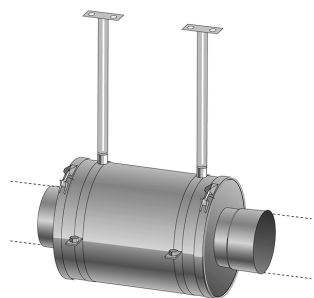

Bild 2
**Befestigung:** Vom Monteur ist bauseitig zu prüfen, ob die Schalldämpfer statisch abgesichert werden müssen. Dies bezieht sich auf alle Einbauorte wie z.B. in der Verbindungsleitung oder an der Mündung. Die Schalldämpfer müssen immer gesondert vom übrigen Abgassystem abgehängt oder abgestützt werden. Die Befestigung muss über den Außenmantel erfolgen (Bild 2). Der Schalldämpfer muss vibrationsfrei montiert werden.